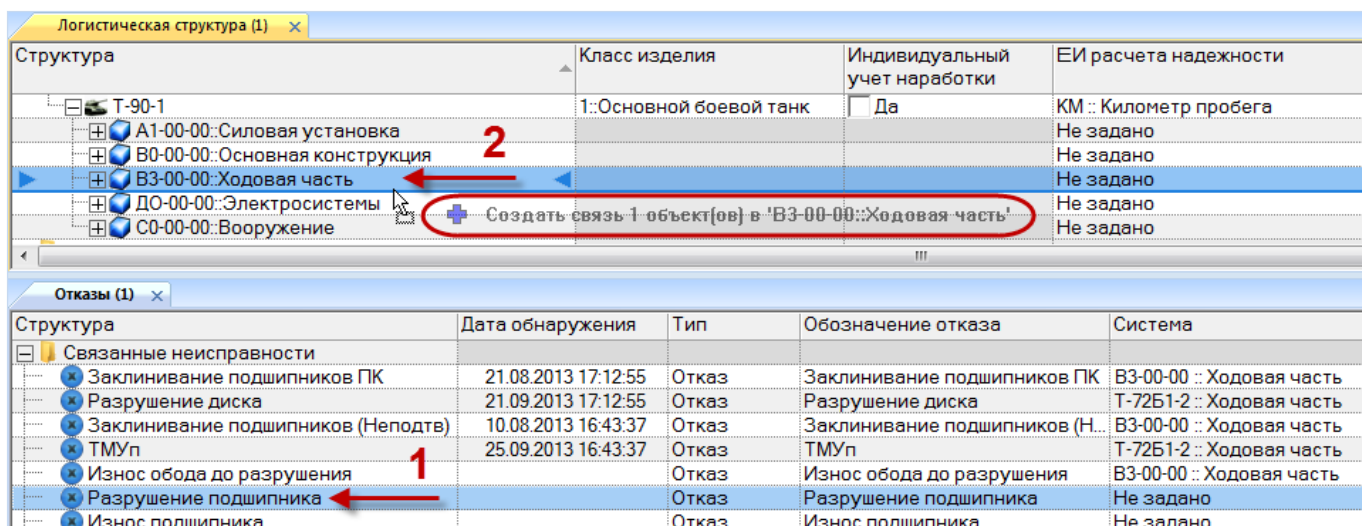

Рис. 26-21 – Переместить неисправность на систему
2) Выделить неисправность в рабочем окне «Неисправности» (1 на рис. 26-21).
3) Переместить с помощью мыши неисправность на систему в окно «Логистическая структура» – появится подсказка вида «+ Создать связь X объект(ов) в ...» (2 на рис. 26-21). Отпустить кнопку мыши.